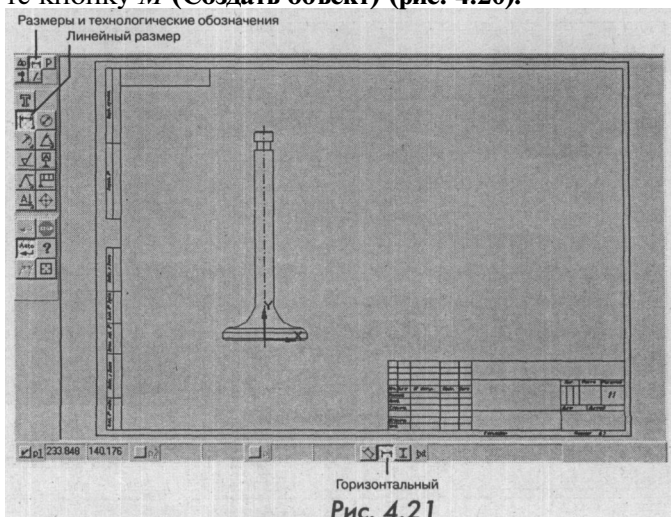

Рис. 4.21
16. Простановка горизонтальных размеров. На панели переключения нажмите кнопку **Ш (Размеры и технологические обозначения)**. На инструментальной панели нажмите кнопку **Линейный размер**, а в строке параметров - **Горизонтальный**. Затем нажмите кнопку **J9 (Показать все)** (рис. 4.21).